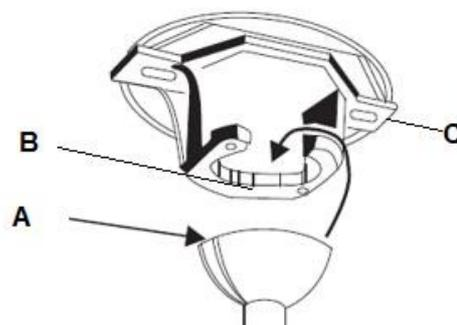

Abb. 7
Heben Sie die Ventilatorbaugruppe auf die Montagehalterung. Vergewissern Sie sich, dass der Keilschlitz (A) der Aufhängekugel auf dem Keilstift (B) der Montagehalterung (C) sitzt, um zu verhindern, dass sich der Ventilator während des Betriebs dreht. (Abb. 7)